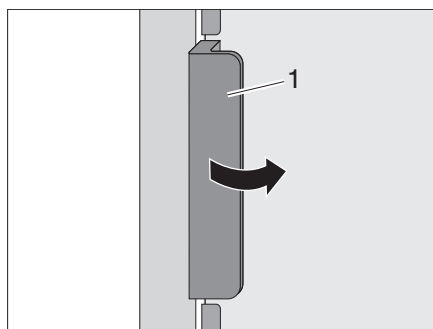
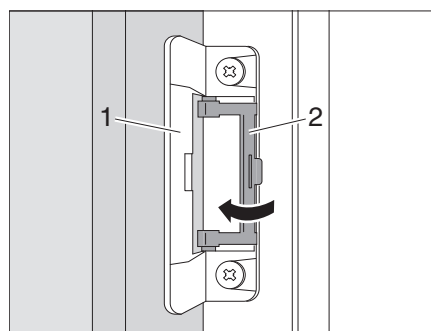

Fig. 363 Abrir la puerta del frigorífico
Fig. 364 Bloquear la posición de ventilación
**Abrir:** ■ Abrir la puerta del frigorífico con el tirador (Fig. 363,1). El bloqueo (Fig. 364,1) se abre automáticamente.
- Soltar el bloqueo (Fig. 364,2).